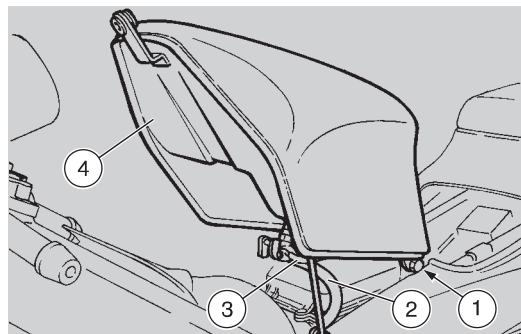

Fig. 39
- débrancher le tuyau du carburant (2 - Fig. 39) et le câble électrique (3-Fig. 39);
- dévisser et enlever l'écrou et la vis de fixation du réservoir (1 - Fig. 39);
- enlever le réservoir de carburant (4 - Fig.39).